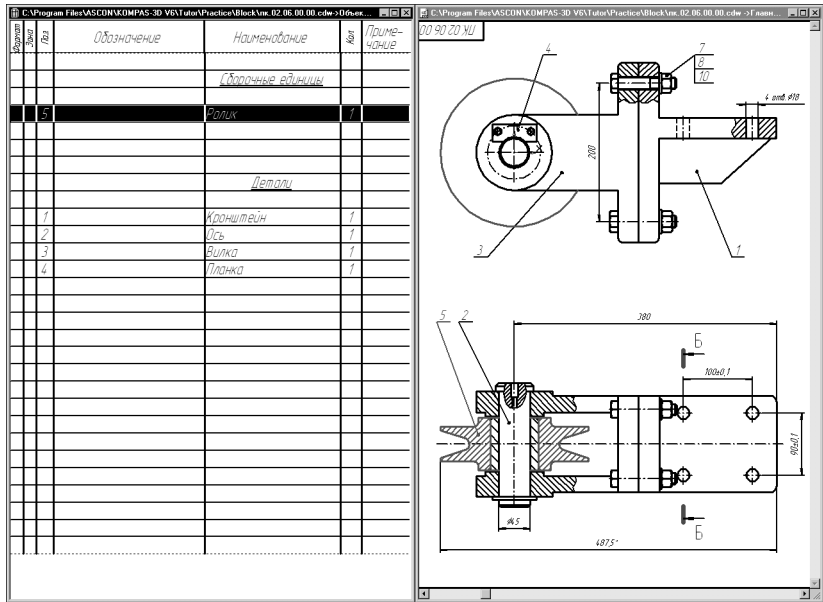

Рис. 57.19. Показ состава объекта
- 2.4. В окне чертежа измените масштаб таким образом, чтобы были хорошо видны главный вид и вид сверху *Блока направляющего* (рис. 57.19).